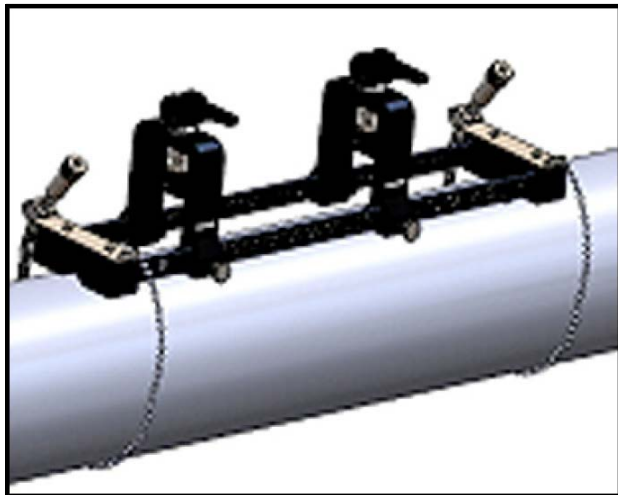

图 14: 安装了链条的夹紧装置
7. 重复前述步骤安装夹紧装置另一端的链条（请参见下面的 图 14）。夹紧装置应该稳固地安装在管子上，但仍应有一定的活动度可以做最后的调整。